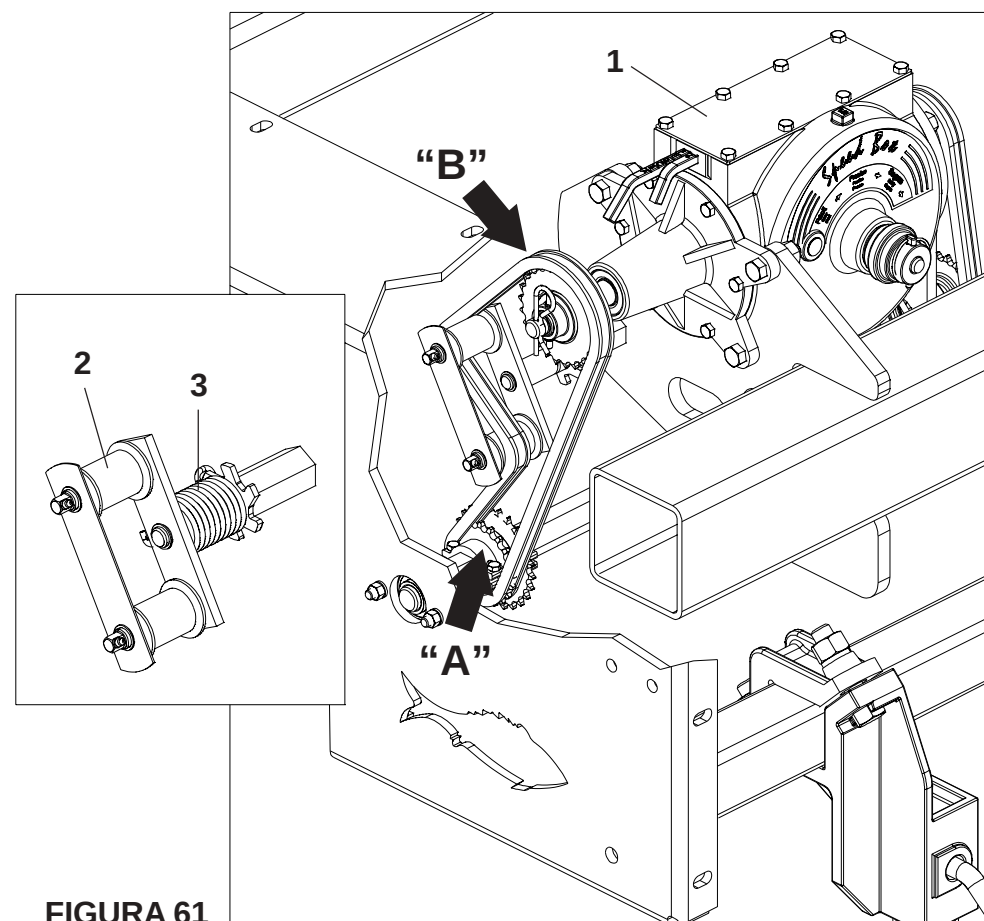

FIGURA 61
REGULAGEM PARA DISTRIBUIÇÃO DE SEMENTES (FIGURA 61) SPA MEGA FLEX 4000 / 4500 / 5000 / 5500
3 - A regulagem da semente é feita através da caixa **Speed Box** (1). Para obter mais regulagens efetue a inversão da corrente nas engrenagens motora “**A**” e movida “**B**”, **conforme mostra a figura 61.**